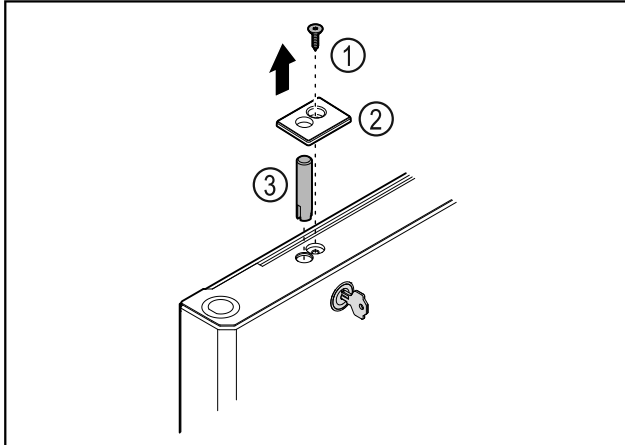

Fig. 38
- Rimuovere la vite Fig. 38 (1).
- Disinnestare la copertura Fig. 38 (2) con l'ausilio di un piccolo cacciavite e rimuoverla.
- Estrarre il perno della serratura Fig. 38 (3).